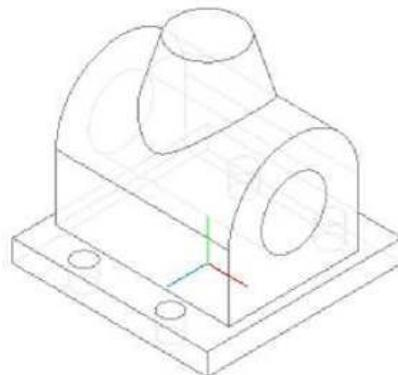

Рис. 7.29
8) Применяем команду **Вырезать выдавливанием** со следующими параметрами: **Направление выдавливания - Прямое, Способ построения - Через все** (рис. 7.29).